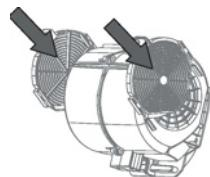

fig. 16
3. Instale el filtro de carbón como se muestra en la fig. 16 e instale las rejillas de aluminio (fig. 17).